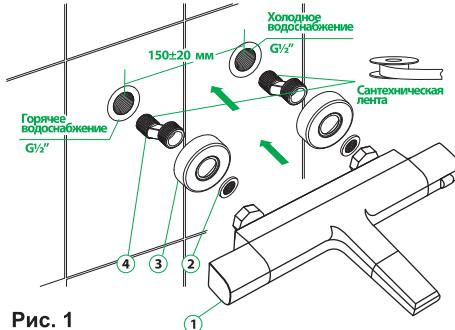

Рис. 1
- Отключите систему холодного и горячего водоснабжения. Ввинтите эксцентрические переходники (4) (см. рис. 1) в выходы трубопроводов системы водоснабжения, предварительно уплотнив резьбовую часть изоляционным материалом. Подберите положение эксцентрических переходников, при котором они совпадут и будут соответствовать присоединительному положению смесителя. При этом положение смесителя должно быть горизонтальным.
- Установите на эксцентрические переходники (4) декоративные чашки (отражатели) (3), установите прокладки с фильтром и с помощью инструмента с мягкими накладками (для избежания повреждения гальванопокрытия) присоедините корпус смесителя так, чтобы отметка горячей воды на смесителе совпала с эксцентриком подачи горячей воды из водоснабжения. Если при установке излив оказался аэратором вверх, переверните его аэратором вниз. Фильтр на прокладке имеет выпуклую форму для увеличения фильтрующей поверхности. При установке прокладка должна быть установлена выпуклой стороной к эксцентрику.